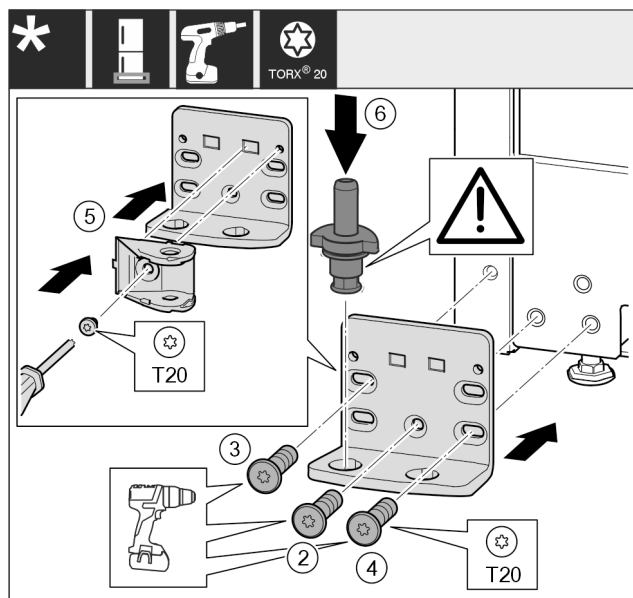

Fig. 44 *
- Установите опорный кронштейн с другой стороны и прикрутите с помощью отвертки. Начиная с винта Fig. 44 (2) снизу в центре.*
- Затяните винт Fig. 44 (3) и винт Fig. 44 (4).*
- Поверните соединительный элемент амортизатора закрывания дверей Fig. 44 (5) на 180°. Прикрутите с другой стороны опорного кронштейна с помощью отвертки.*
- Снова установите опорный палец Fig. 44 (6) в сборе. При этом проследите за тем, чтобы выступ фиксатора был направлен назад.*